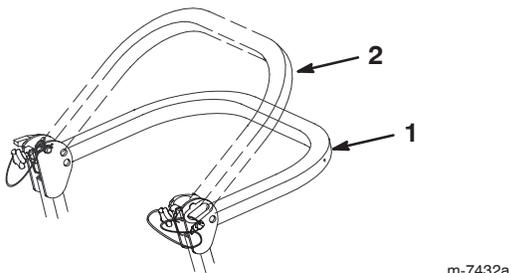

Figure 4
**Remarque :** La position abaissée est à 2 niveaux (voir Figure 4).